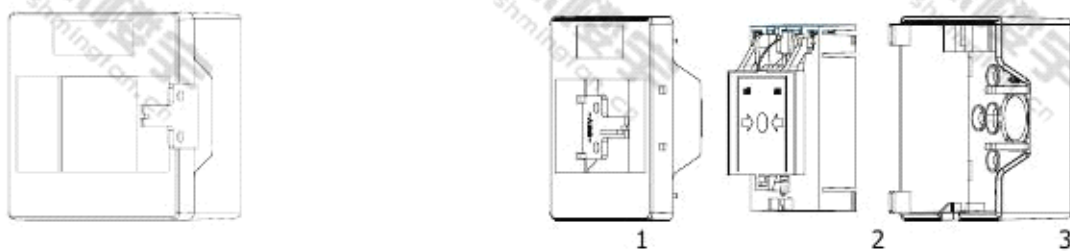

图 1
1. 取下钥匙，打开盒盖（见图 1）。将钥匙保存在安全的地方。
1. 用钥匙打开盒盖（见图 1）。